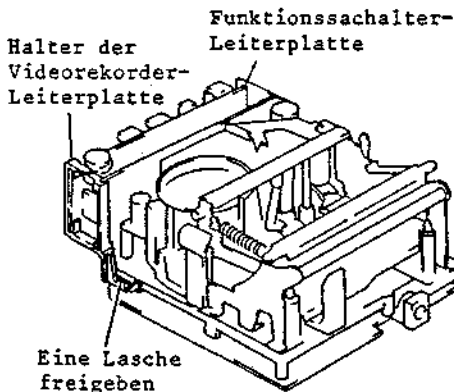

Abb. 2-35 Ausbau des Bandlaufwerks
(Abb. 2-35, 2-36, 2-37, 2-38, 2-39)
1. Eine (1) Lasche freigeben und den Halter der Videorekorder-Leiterplatte entfernen (siehe Abb. 2-35).
1. Das Bandlaufwerk ausbauen (siehe Abb. 2-35, 2-36, 2-37, 2-38, 2-39).
1. Das Bandlaufwerk ausbauen (siehe Abb. 2-35, 2-36, 2-37, 2-38, 2-39)